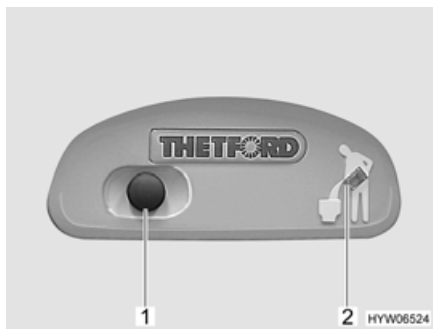
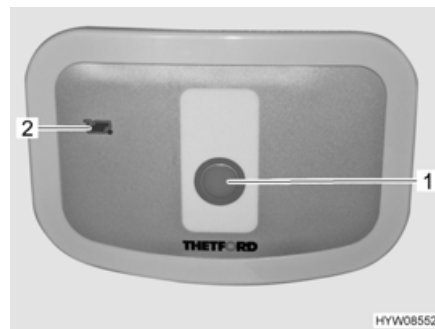

Fig. 206 Pulsante dello sciacquone/spia di controllo toilette Thetford
Fig. 207 Pulsante dello sciacquone/spia di controllo toilette Thetford (alternativa)
- Per sciacquare premere il pulsante blu (Fig. 206,1 o Fig. 207,1).
La spia di controllo (Fig. 206,2 o Fig. 207,2) è accesa quando il serbatoio fecale deve essere svuotato.